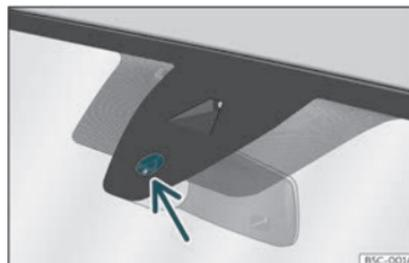

Fig. 96 Surface sensible du détecteur de pluie.
Les causes possibles d'anomalies et d'interprétations erronées dans la zone de la surface sensible»» fig. 96 du détecteur de pluie peuvent être :
- Nettoyez régulièrement la surface sensible du détecteur de pluie»» fig. 96 (flèche) et vérifiez l'état des balais.